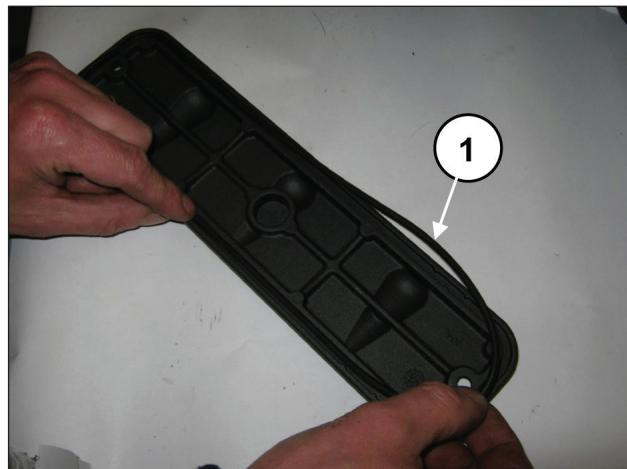
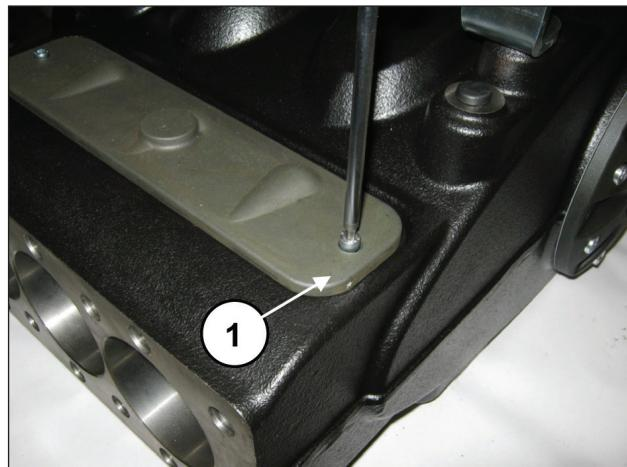

Рис. 93
Рис. 94
Установите смотровые крышки с уплотнительным кольцом круглого сечения (поз. ①, Рис. 93) и затяните с помощью 2 винтов M6x14 (поз. ①, Рис. 94) и 2 винтов M6x40. Откалибруйте винты с помощью динамометрического ключа, как указано в главе 3 КАЛИБРОВКА ЗАТЯЖКИ ВИНТОВ.